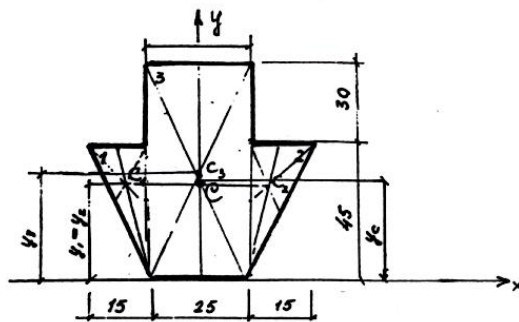

Рис. 9
5. Покажите на рис.9 положение центра тяжести С.